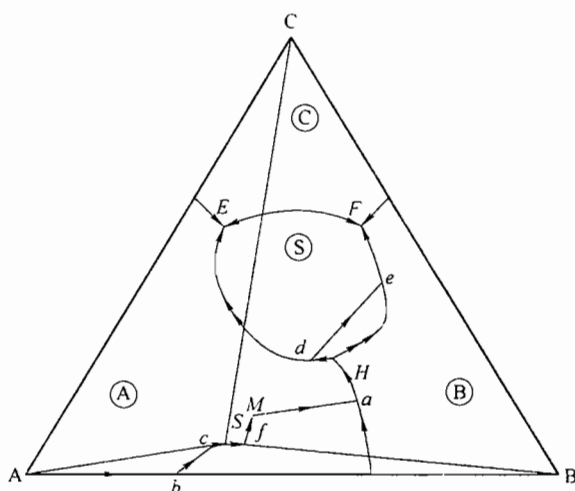

图 13-2 第七题解答图
1. 划分成两个分三角形，如图 13-2 所示。
2. 如图 13-2 所示。